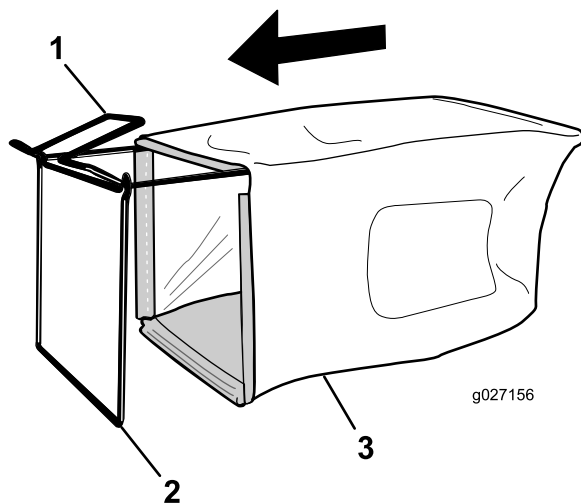

図 11
1. 図 11 に示すように、フレームにバッグを取り付ける。